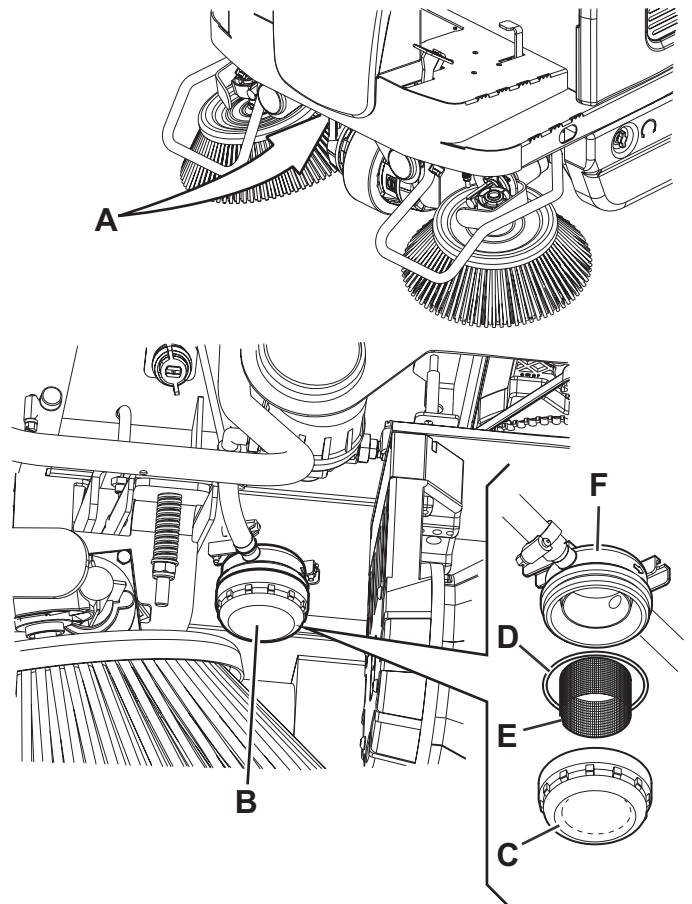

Figure 20
2. Tourner la clé de contact (61) sur «0» et serrer le frein de stationnement.
3. Sous la machine (A, Fig. 20), accéder au groupe filtre à eau (B) du système d'abattage des poussières.
4. Dévisser et enlever le couvercle transparent (C) avec le joint (D), puis enlever le filet filtrant (E).
5. Les nettoyer et les reposer dans le support (F).
- (B) : Fusible F1 (25 A) moteur système d'aspiration.
- (C) : Fusible F2 (25 A) moteur secoueur.
- (D) : Fusible F3 (3 A) carte afficheur.
- (E) : Fusible général F4 (10 A) (circuit clé).
- (F) : Fusible F5 (5 A) système d'abattage des poussières (optionnel).
- (G) : Fusible F6 (25 A) soulèvement conteneur déchets.
7. Enlever les vis (H, Fig. 20) et sortir le couvercle (I) du boîtier électrique (49).
- (J) : Fusible FA (50 A) moteur balai central.
- (K) : Fusible général F0 (150 A).